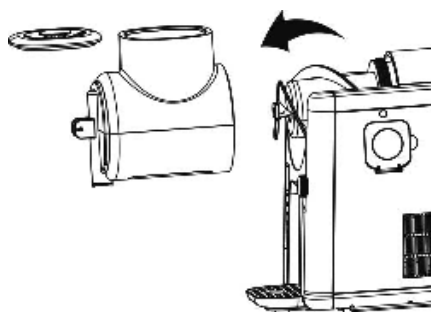

Fig. 7
6. Det vedlagte verktøyet kan brukes til å fjerne stempelet i utløpet og ta det ut for rengjøring (fig. 7).